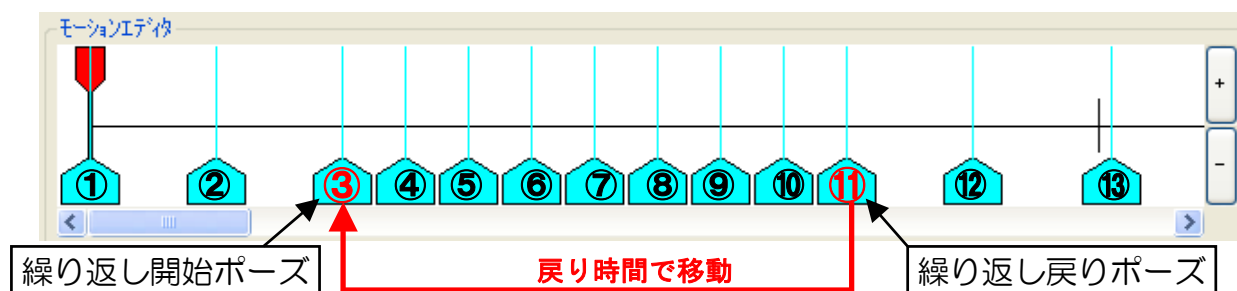

Fig. 11.5 ループ指定内容と動作例
Fig. 11.5 のモーションで“歩き始め”がポーズ①～③、歩き続けがポーズ③～⑪、歩き終わりが⑪～⑬に相当するとき、【繰り返し戻りポーズ】に⑪を、【繰り返し開始ポーズ】に③を指定し、それを適切な【戻り時間】で繋ぐと、ループ中は⑩から⑪になった後③へと戻るという動作を繰り返します。このように、ループを利用することで「ボタンを押している間だけ歩きつづける」といった動作が可能になります。